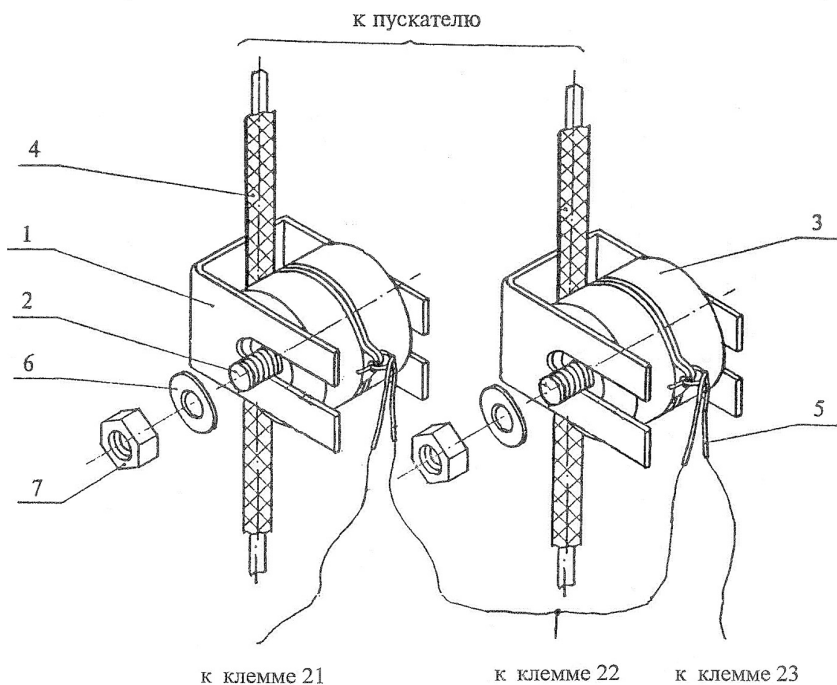

Рис. 4.2. Общий вид датчиков тока:
Датчик тока (рис. 4.2) представляет собой малогабаритный трансформатор. Первичной обмоткой является фазный провод 4, соединяющий пускатель и двигатель. Вторичная обмотка намотана на катушку, размещенную в пластмассовом корпусе 3, и имеет выводные проводники 5. Магнитопроводом служат стальные скоба 1 и ось 2. Конструктивно они выполнены так, что с их помощью датчик крепится непосредственно к изолированному фазному проводу двигателя. Датчик тока имеет четыре исполнения (табл. 4.1), определяемые диапазонами номинальных токов двигателей (номер исполнения датчика потребитель указывает при заказе реле).
6.2.2 Закрепить датчики тока необходимого исполнения на двух фазных проводах двигателя, как показано на рис. 4.2. Выводные проводники датчиков следует скрутить бифилляром и при необходимости удлинить.